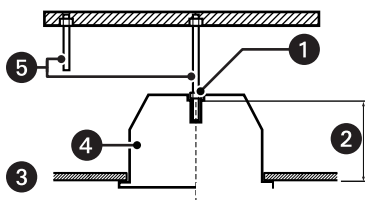

Figura 10. Instalando os chumbadores
2. Instale dois chumbadores (não fornecidos, M10 recomendado) no teto de concreto (consulte a Figura 10).